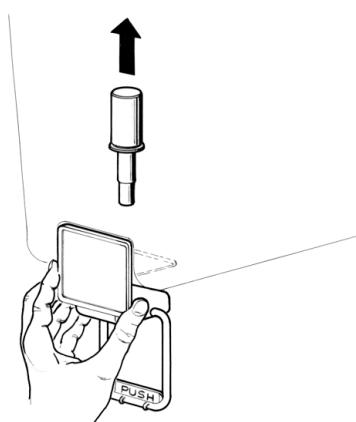

Bild 4
**5 Schwerkraftventil:** den Kolben herausziehen und danach den Betätigungshebel des Ventils abmontieren (Bild 4).